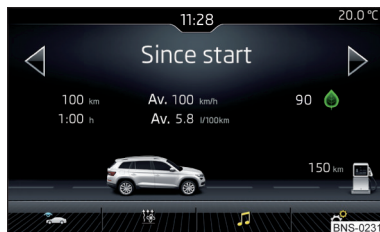

Fig. 249
- Atingeți tasta/ câmpul senzitiv **CAR** → , se afișează meniul principal cu următoarele suprafețe de comandă funcții » fig. 249.